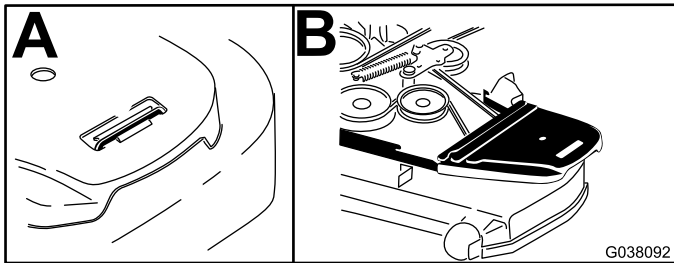

Figure 17
2. Déposez le protège-courroie droit (Figure 17).